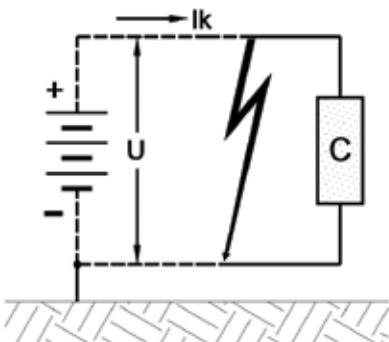

Figura 7
- » Primer caso: El valor de la corriente de cortocircuito  $I_k$  dependerá del valor de la tensión  $U$  y de la resistencia de los cables involucrados en el circuito de esta, como se puede apreciar en la figura 7. No se observa la influencia de la conexión a tierra.